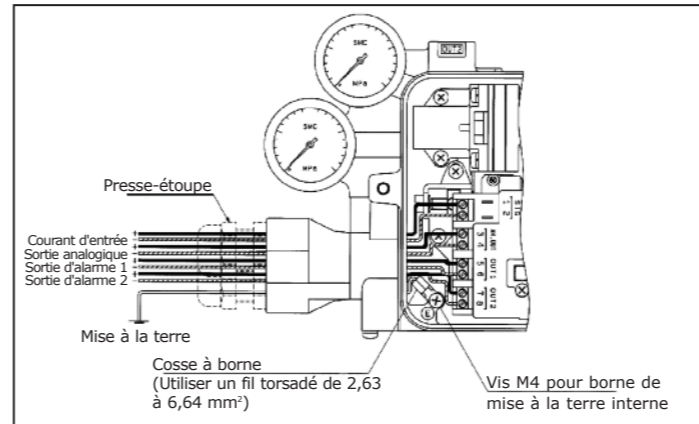

Fig. 8
- (1) Enlevez le couvercle du corps du positionneur.
- (2) Raccordez le câblage du courant d'entrée à partir d'un appareil de mesure de réglage (contrôleur) et raccordez chaque câblage de sortie suivant la Fig. 8. L'orifice d'entrée de la connexion électrique est équipé d'un connecteur de câble (bleu) M20x1.5.